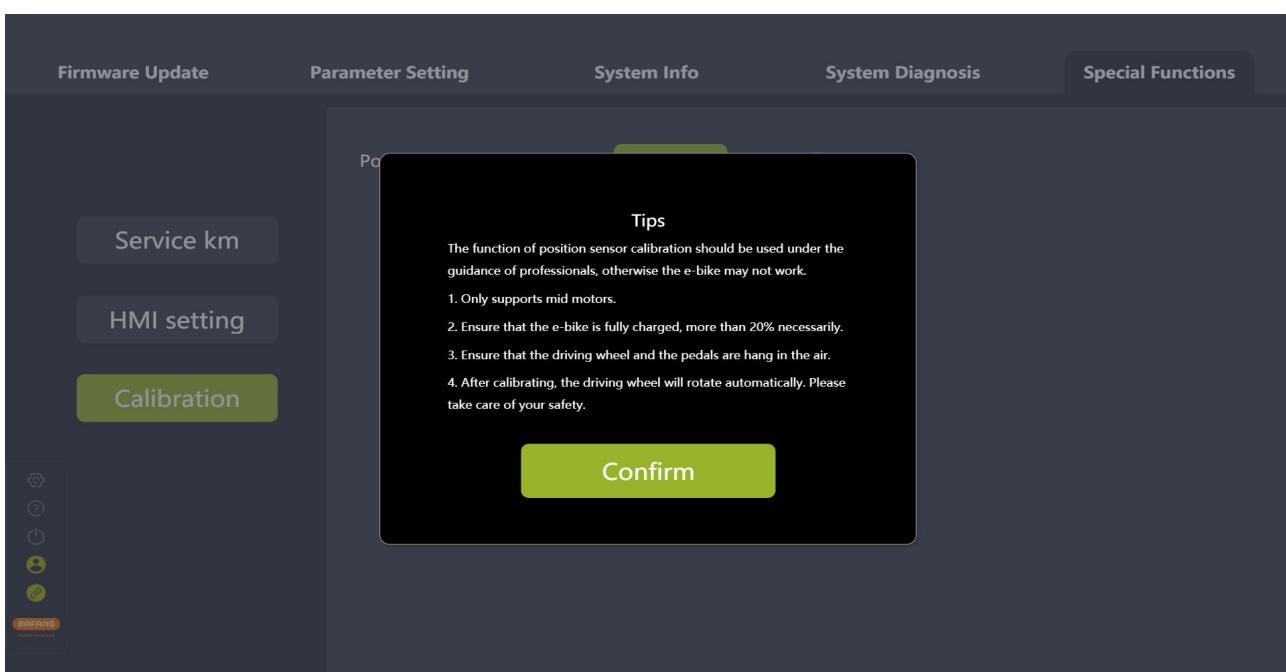

图 8-6 提示
- (3) “位置传感器标定”右边有一个图标，点击可以查看提示信息（如图 8-6）。